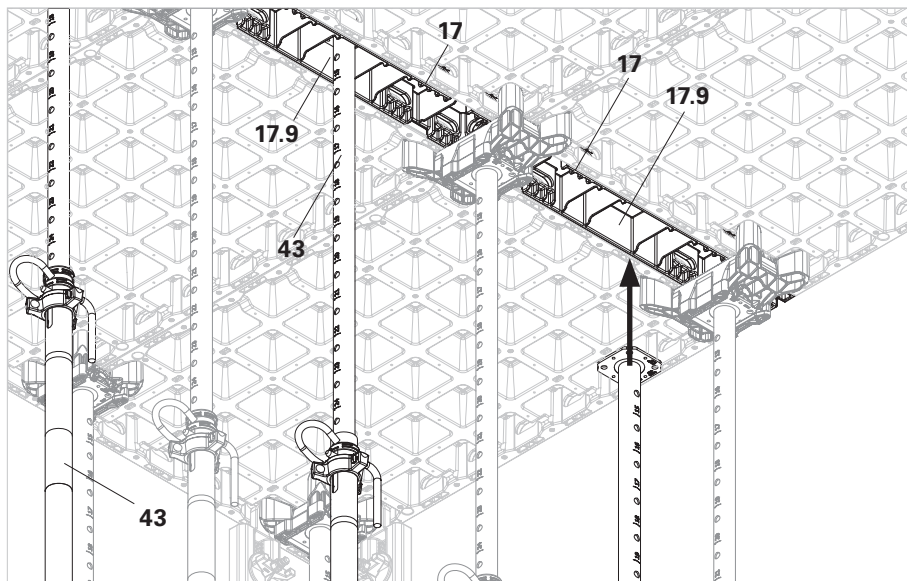

Fig. D5.02
2. Mettre en place deux étais de dalle sans tête d'étais (43) dans les supports d'étais (17.9) au milieu de 2 bandes de compensation juxtaposées (17). (Fig. D5.02)